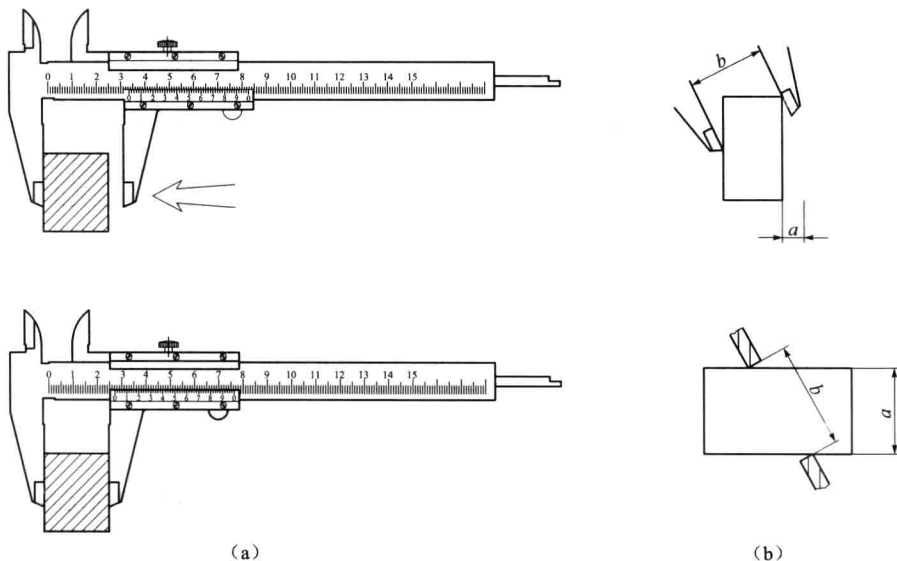

图 2-1-4 游标卡尺的使用要点
(1) 测量前先把量爪和被测表面擦干净, 检查游标卡尺各部件的相互作用, 如尺框移动是否灵活, 紧固螺钉能否起作用等。
(2) 校对零位的准确性。两量爪紧密贴合, 应无明显的光隙, 尺身零线与游标零线应对齐。
(3) 测量时, 应先将两量爪张开到略大于被测尺寸, 再将固定量爪的测量面紧贴工件, 轻轻移动活动量爪至量爪接触工件表面为止, 如图 2-1-4 (a) 所示, 并找出最小尺寸。测量时, 游标卡尺测量面的连线要垂直于被测表面, 不可处于歪斜位置, 如图 2-1-4 (b) 所示, 否则测量不正确。